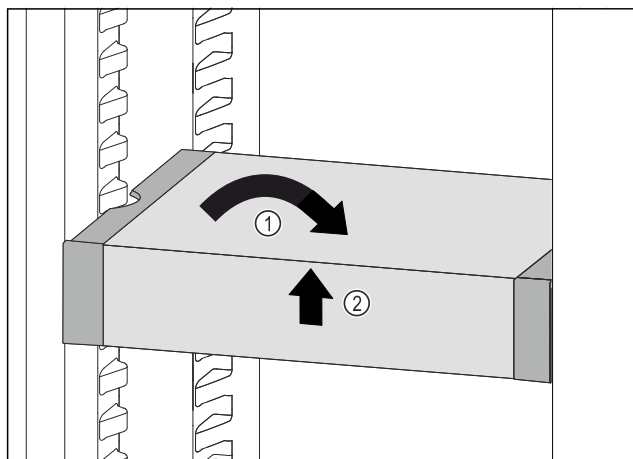

Fig. 151
- Predal VarioSafe postavite ravno. Fig. 151 (1)
- Predal VarioSafe dvignite spredaj. Fig. 151 (2)